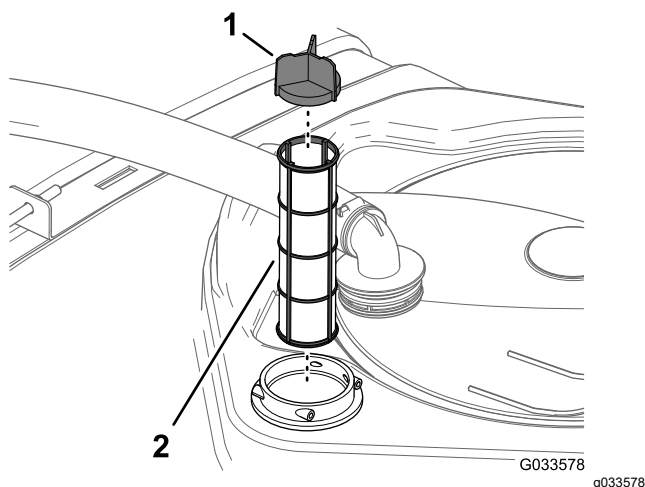

Figura 29
4. Scoateți sita de aspirație din carcasa filtrului din rezervor (Figura 29).